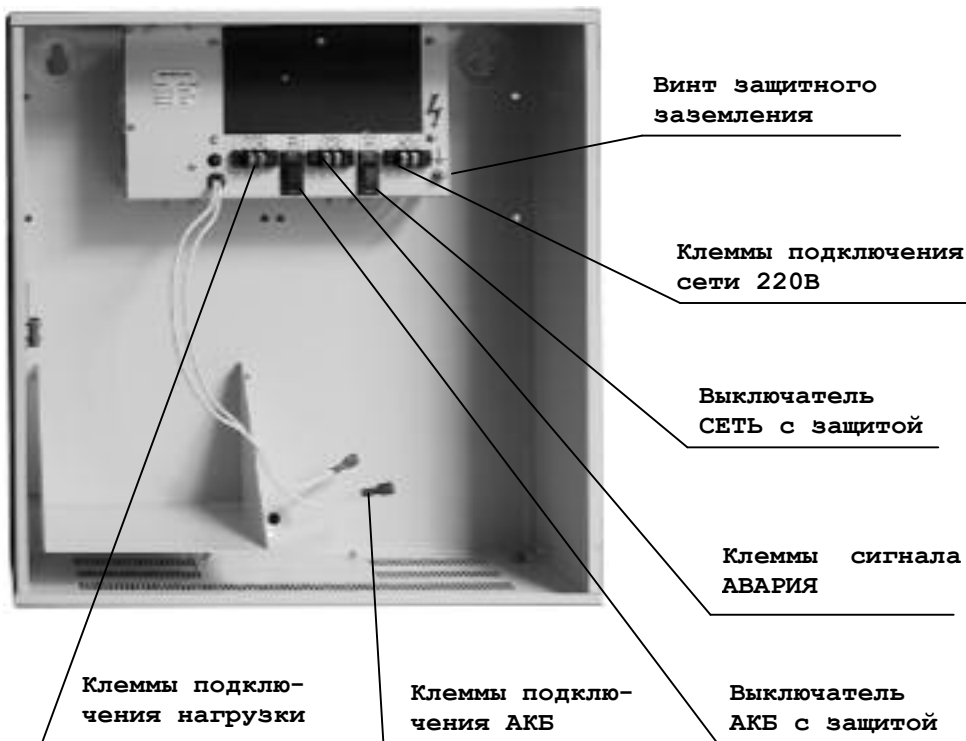

Рисунок 1
4.2 Конструктивно ИБП выполнен в виде подвесного шкафа с запираемой на ключ дверцей (см. рисунок 1), внутри которого размещены модуль питания и отсек для установки аккумуляторной батареи.